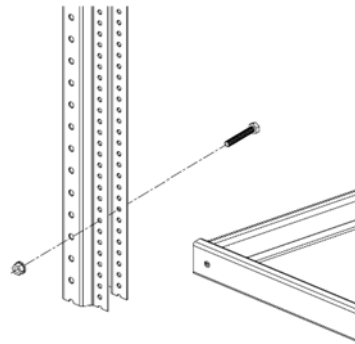

Fig. 4
4. Fijar el horizontal inferior del bastidor y el diagonal del bastidor al puntal trasero con un tornillo M6x40. (Fig. 4)